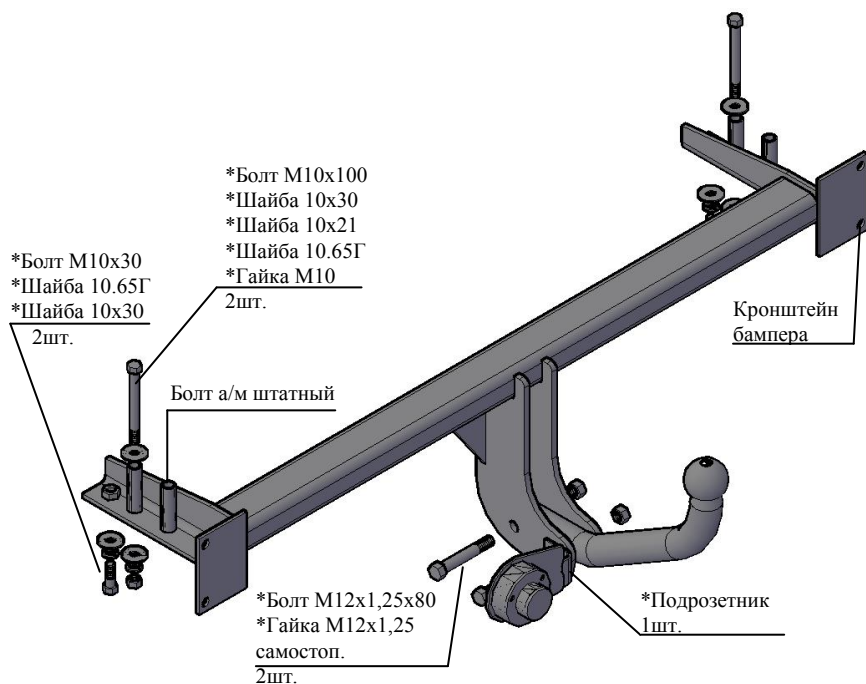

Рис.1 Тягово-сцепное устройство 9420
2.1 ТСУ 9420 в сборе (рис.1)	1 шт.
2.2. Пакет комплектующих (рис.1)